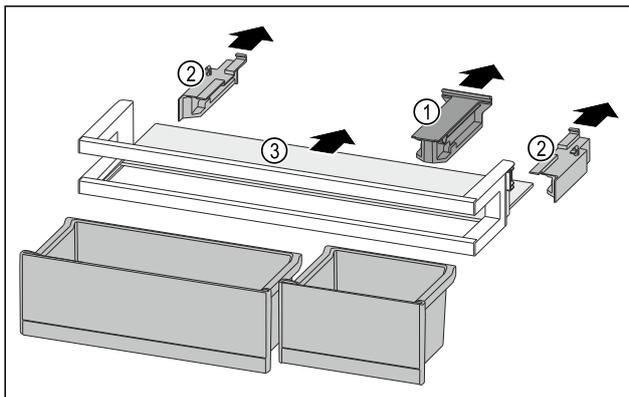

Fig. 110
- ▶ Halteteil Fig. 110 (1) abziehen.
- ▶ Seitenteile Fig. 110 (2) abziehen.
- ▶ Abstellfläche Fig. 110 (3) entnehmen.